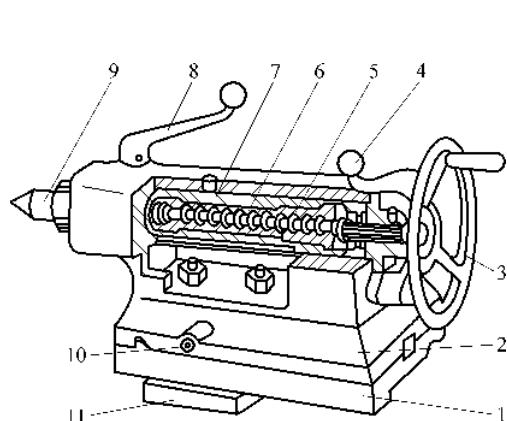

图 1-2 车床尾座的结构
① 主轴箱(又称床头箱)：用于支承主轴，并通过变速齿轮使主轴可做多种速度的旋转运动，同时主轴也通过主轴箱内的另一些齿轮将动力和运动传入进给箱。主轴外端有外螺纹，用于连接卡盘、拨盘等附件；主轴内有锥孔，用于安装顶尖。主轴为空心件，以便细长棒料穿入上料和用顶杆卸顶尖。
② 进给箱：进给箱内装有进给运动的变速齿轮，用于传递进给运动和调整进给量及螺距。进给箱的运动通过光杠或丝杠传给溜板箱，光杠使车刀车出圆柱或圆锥面、端面和台阶面，丝杠使车刀车出螺纹。
③ 溜板箱：溜板箱与刀架相连，可使光杠传来的旋转运动变为车刀的纵向或横向直线移动，也可将丝杠传来的旋转运动通过对开螺母直接变为车刀的纵向移动以车削螺纹。光杠和丝杠将进给箱的动力和运动传给溜板箱。车外圆、车端面等自动进给时，使用光杠传动；车螺纹时使用丝杠传动。
④ 挂轮箱：挂轮箱用于将主轴的转动传给进给箱。调换挂轮箱内的齿轮，并与进给箱配合，可车削不同螺距的螺纹。
⑤ 床身：床身是精度要求很高的带有导轨的一个大型基础部件，用于支承和连接机床的各个部件，并保证各部件在工作时有准确的相对位置。
⑥ 床腿：床腿固定在地基上，用于支承床身，内部装有电气控制板和电动机等附件。
⑦ 尾座：尾座的结构如图 1-2 所示。尾座安装在车床导轨上并可沿导轨纵向移动，尾座套筒锥孔可供安装顶尖或钻头、铰刀等，并依靠尾座架上的尾座锁紧手柄 4 使尾座固定在床身上的任一位置。转动尾座右端手轮 3，可使尾座套筒做进、退移动。扳紧套筒锁紧手柄 8 可将尾座套筒锁紧。